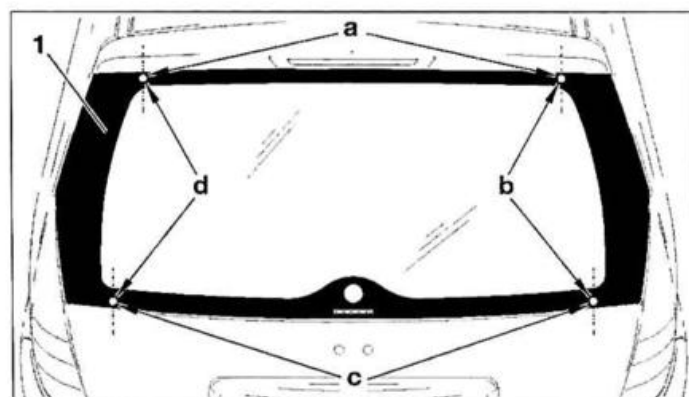

FIG. 95
- Cortar el cordón de cola de la luneta (1) (fig. 95 o 96).